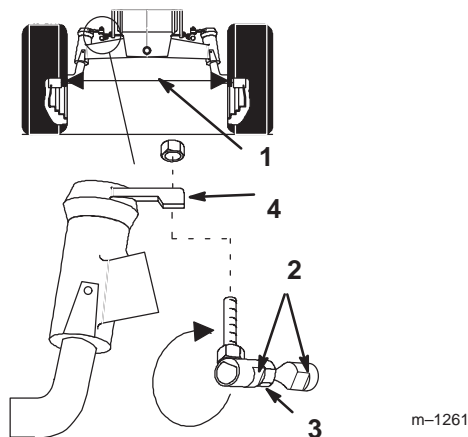

Bild 40
Halten Sie die Vorspur der Vorderräder laut Angaben bei. Wenn Sie eine ungleichmäßige Abnutzung der Reifen, ein Abreiben der Rasenfläche oder ein Erschweren der Lenkung feststellen, kann eine Einstellung erforderlich sein. Prüfen Sie die Vorspur jährlich vor der Einlagerung (Bild 40).
4. Messen Sie den Abstand zwischen den Felgen auf Schafthöhe an der Vorder- und Rückseite der Räder (Bild 40).
2. Entfernen Sie das Kugelgelenk von einem Lenkhebel (Bild 40).
4. Halten Sie die Flachstellen am Kugelgelenk, um diese mit den Flachstellen an der Verbindungsstange zu fluchten; ziehen Sie dann die Klemmmutter fest (Bild 40).